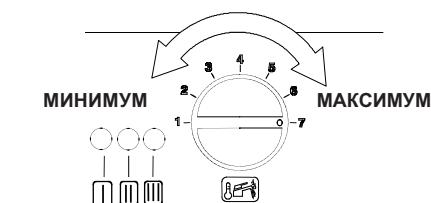

рисунок 9.9
- Тепловая мощность отопления может быть изменена при вращении рукоятки регулирования температуры ГВС рисунок 9.9.